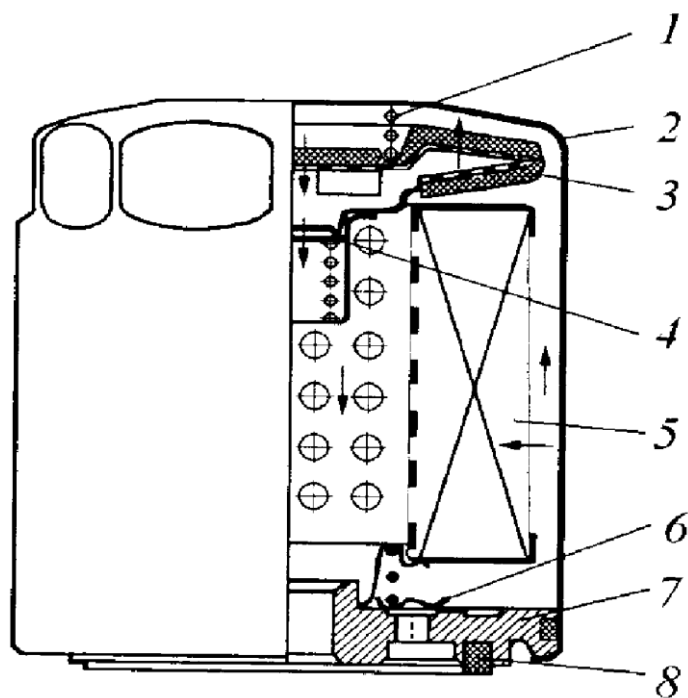

Рис.28. Масляный фильтр:
**Масляный фильтр** (рис.28) - на двигатель на предприятии-изготовителе устанавливается полнопоточный масляный фильтр тонкой очистки неразборной конструкции уменьшенной ёмкости (высоты). Данный фильтр должен быть заменен при первой смене масла на штатный фильтр высотой не менее 90 мм и диаметром 95...100 мм, который имеет увеличенную грязеемкость и рассчитан на больший пробег до своей замены.